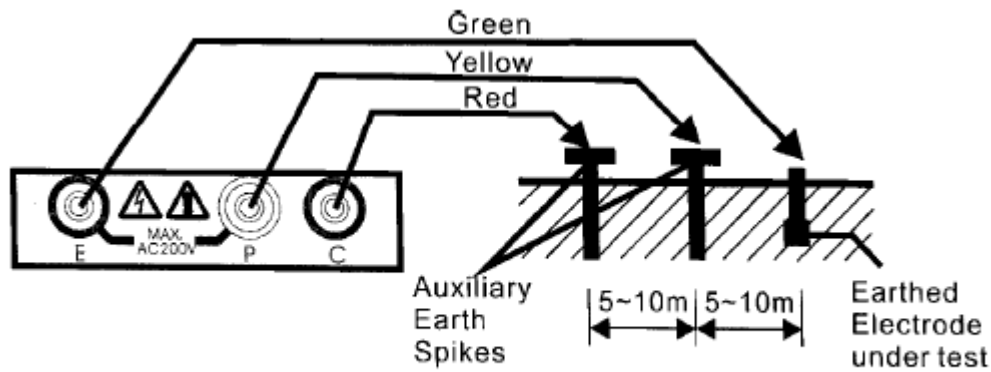

Fig.1
- در صورت انجام اتصالات به صورت صحیح و مطابق FIG.1 چراغ LED قرمز رنگ به نشانه صحیح بودن روند اندازه گیری و عملیات روشن می گردد.
چراغ LED قرمز رنگ روی دستگاه در هنگام اندازه گیری ارت مطابق FIG1 - روش سه سیمه روشن می گردد.